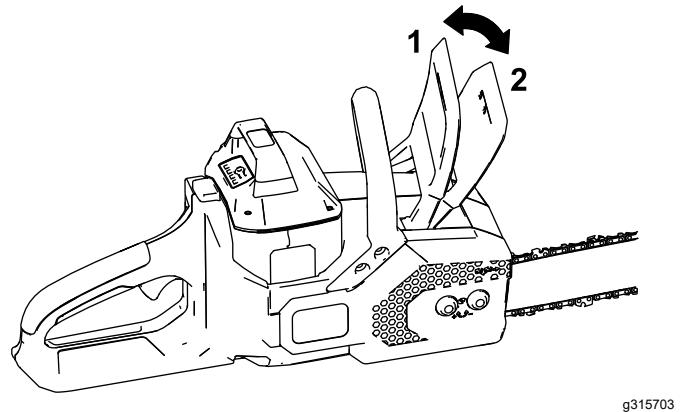

Bild 8
6. Stellen Sie sicher, dass die Kettenbremse in der EINSATZ-Stellung ist (**Bild 8**).
Wenn Sie die Säge nicht verwenden oder sie zwischen Arbeitsbereichen transportieren, stellen Sie die Kettenbremse in die STOPP-Stellung (**Bild 8**) und entfernen Sie das Akkupack.